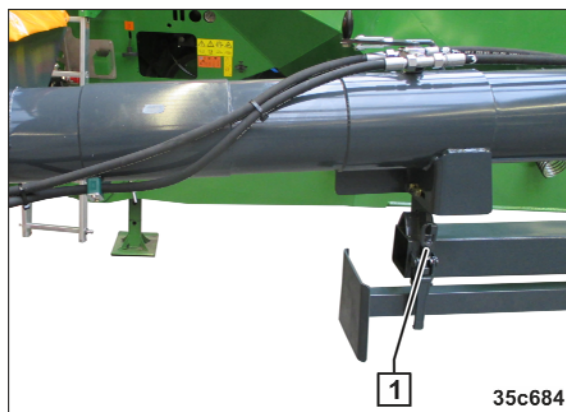

Bild 245
3. Lossa förreglingen (Bild 245/1).
16. Sväng påfyllningsskruven över ramen och lås den (se Bild 245/1).